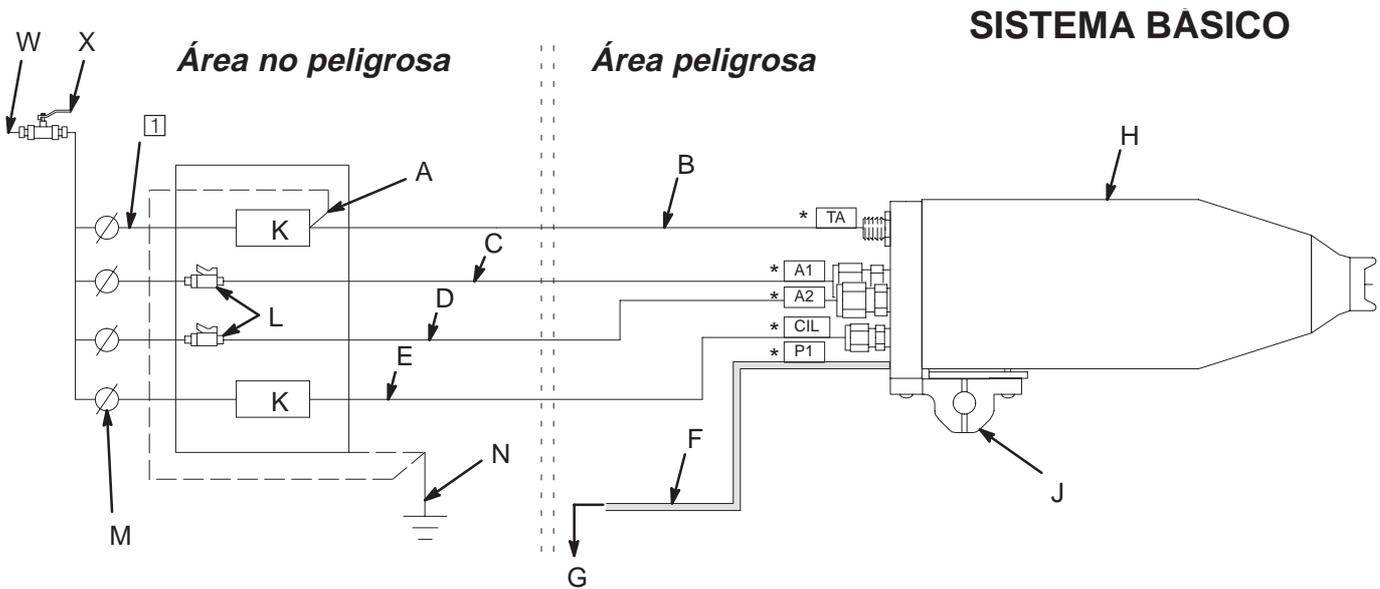
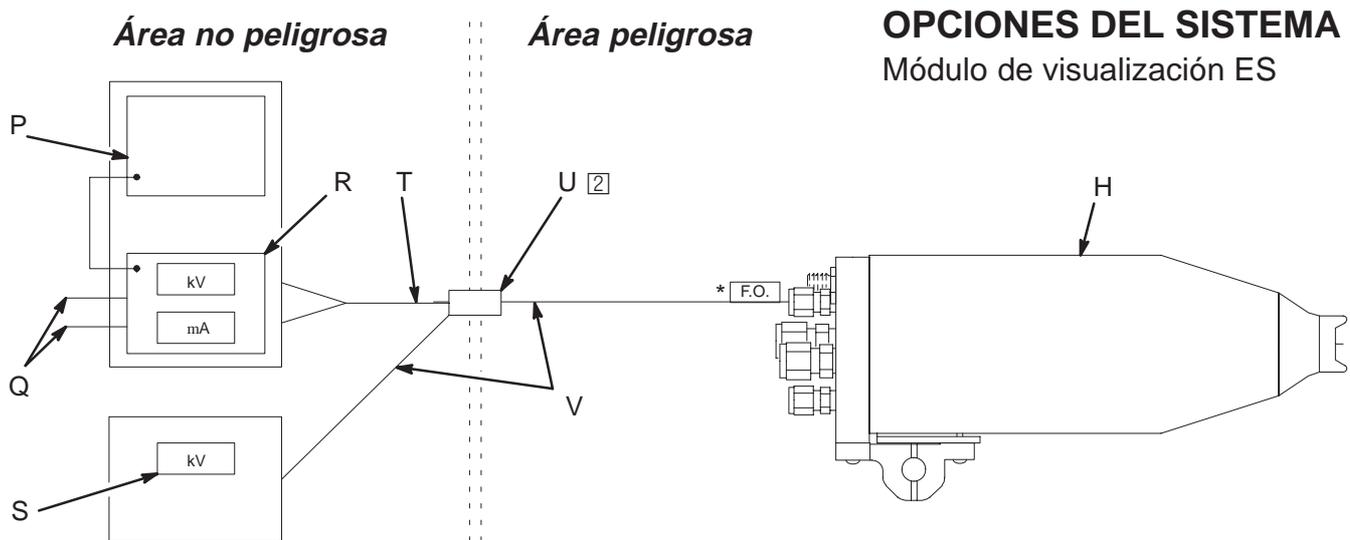

Fig. 1
Fig. 2
- Las funciones de la pistola se activan mediante un controlador independiente que envía las señales adecuadas a los solenoides activadores. Consulte la Fig. 1, en la página 8.
- Se puede instalar un sistema de lectura de fibra óptica para supervisar el voltaje de pulverización de la pistola. Un cable de fibra óptica conectado al colector de la pistola transporta la señal desde ésta hasta un módulo de visualización electrostático (ES) remoto. Existe disponible un Módulo de visualización ES, n^o 17, que visualizará el voltaje y la corriente de pulverización de la pistola. También se dispone de un Módulo de visualización ES, n^o que visualiza únicamente el voltaje de pulverización. Consulte la Fig. 2, en la página 8.
La Fig. 1, en la página 8, muestra un sistema típico para el modelo PRO 5500wb. La Fig. 2 muestra los módulos de visualización ES opcionales.
Instalar un regulador de aire en cada una de las líneas de alimentación de aire para controlar la presión de aire de la bomba. Vea la Fig. 1, en la página 8.
Instalar una válvula de cierre de aire de tipo purga en las líneas de aire del abanico y de atomización para cerrar el aire del abanico y de la atomización a la pistola. Vea la Fig. 1, en la página 8.
Vea la Fig. 1 y 2, en la página 8, donde se muestra un esquema de las conexiones de aire y de producto. Conecte las líneas de aire y de producto al colector de aire tal como se indica en la columna de la derecha